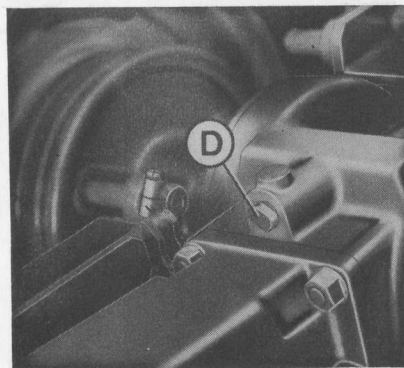

Fig. 19
- 2) dévisser le bouchon de vidange (D), Fig. 19,
- 4) revisser le bouchon (D),
- 5) introduire par l'orifice du bouchon de remplissage (C) 6 litres d'huile ESSO GEAR OIL S.A.E. 90